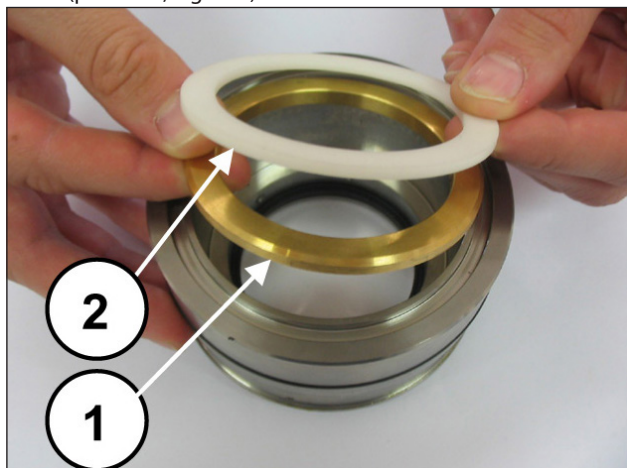
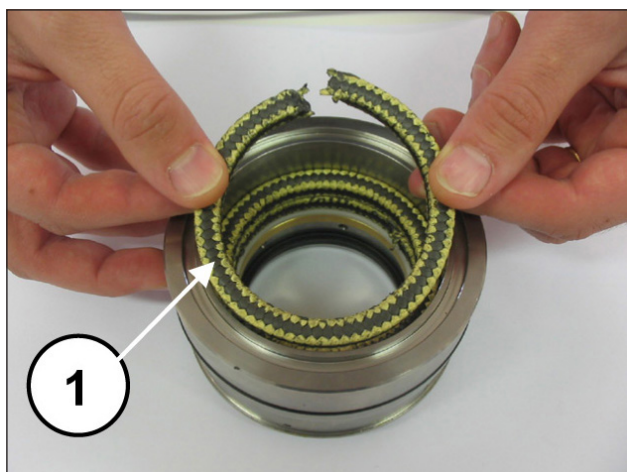
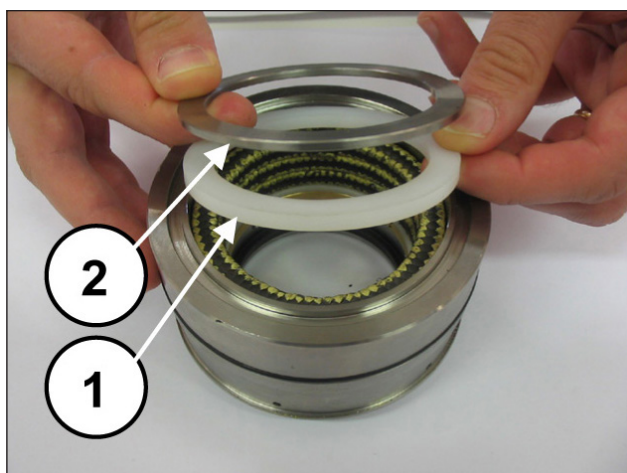

Fig. 197
Fig. 198
Fig. 199
Montare l'anello di supporto e l'anello antiestrusione (pos. ①②, Fig. 197), i tre anelli tenuta KC ponendo attenzione affinché gli intagli vengano a trovarsi a 120° l'uno dall'altro (pos. ①, Fig. 198), l'anello raschiatore tenuto KC e l'anello per molla (pos. ①②, Fig. 199).